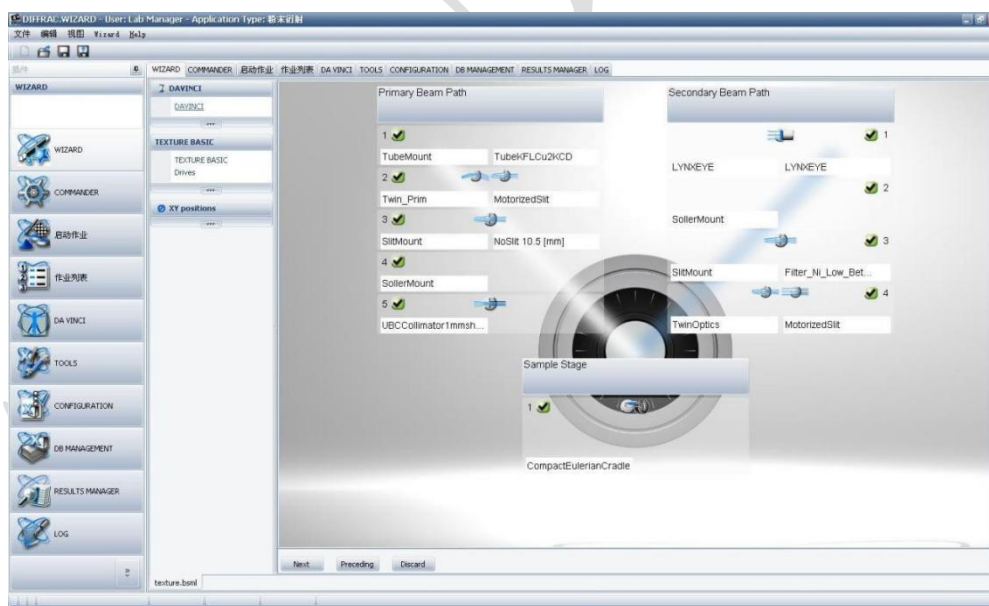
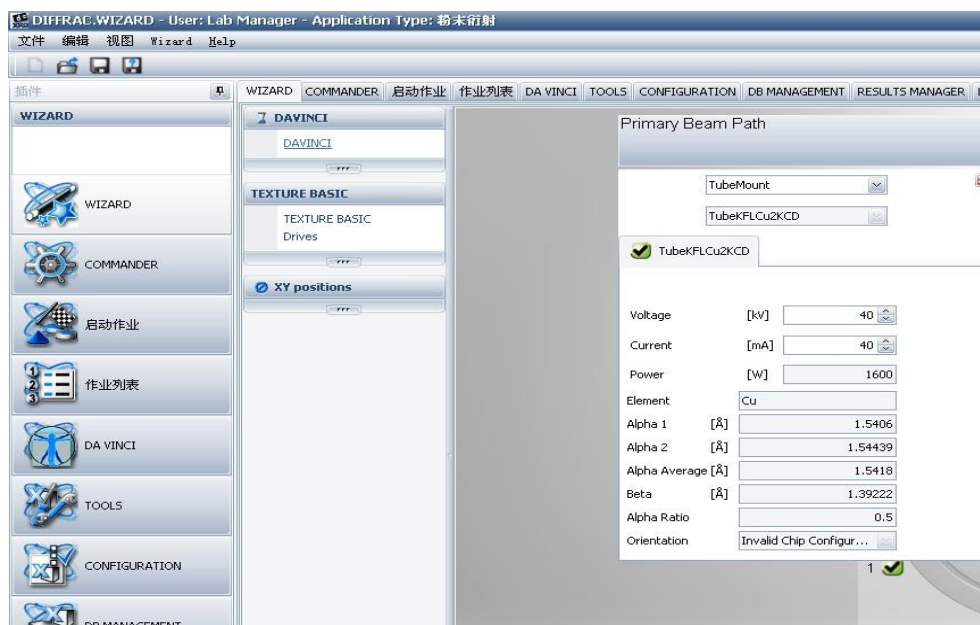

图 8-1
图 8-2
- (1) 织构测量需要用点光源，点光源的更换步骤请参考7.1-7.5。织构的测量可以直接使用点光源和准直管，如果设备配备了多道毛细管，最好使用多道管以获得更高的强度和准直。通常使用1毫米的准直管，去掉入射和衍射光路里面的所有轴向索拉狭缝。
- (2) 织构样品的准备要求至少5X5毫米的平整样品表面，如果是直径较小的管材，可以考虑化学或离子减薄将管壁减薄到可以将样品压平而不影响织构状态。
- (3) 将制备好的样品平整放置在样品台上，使用激光定位调整样品的高度和位置，使得激光斑打在样品的几何中心。
- (4) 使用探测器一维模式测量样品的全谱，目的是确定各个衍射峰的峰位，由于样品中化学组成和应力的存在，样品的衍射峰可能不是在理论峰位。将测得的衍射谱中各个峰位的位置及其晶面指数单独记录成表，对于立方晶系，织构分析需要至少三个晶面的极图，而六方织构至少需要5张极图。
- (5) 极图测量的编辑使用的是Wizard，在测量界面中，点击左上角的Wizard图标，然后在Wizard菜单目录下选择New，选择第二项texture。进入Texture的编辑界面。
- (6) 首先编辑DaVince界面（图 8-1），设定探测器的高压和电流（图 8-2）40kV，40mA，然后逐一设定入射和衍射光路配置。